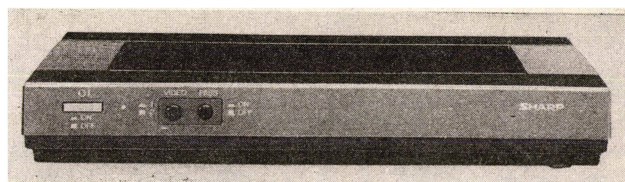

Рис. 16. Многосистемный видеоконвертер AN-300SC
а внешний вид показан на рис. 16. В нем входной сигнал по стандартам PAL, SECAM или NTSC преобразуется в выходной сигнал по стандарту PAL или NTSC, когда входной и выходной переключатели устанавливаются в соответствующие положения. Масса видеоконвертера 1,2 кг, габаритные размеры 260 (W) × 41 (H) × 210 (D) мм. Предусмотрены по два входных и по два выходных разъема для видео- и звуковых сигналов соответственно.